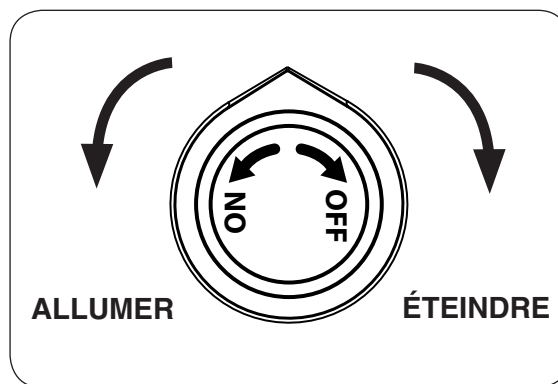

Fig. 30-2
4. **Une fois que le match est en feu et en position**, appuyer sur le bouton de contrôle du gaz et tournez dans le sens antihoraire à la position de **ON (allumer)** (voir Fig. 30-2). Votre brûleur devrait s'allumer.
Pour éteindre le brûleur à gaz, appuyer sur le bouton de contrôle du gaz et tourner dans le sens horaire à la position **OFF (éteindre)** (voir Fig. 30-2). Assurez-vous que le bouton de commande est tourné complètement hors tension pour éviter toute fuite de gaz.